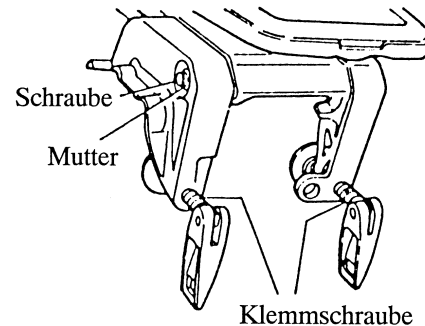

Abb.25: Kontrolle der Schrauben und Muttern
- 3) Überprüfen Sie den Sitz der Schrauben und Muttern an der Aufhängung u.a. Teilen (Abb. 25)